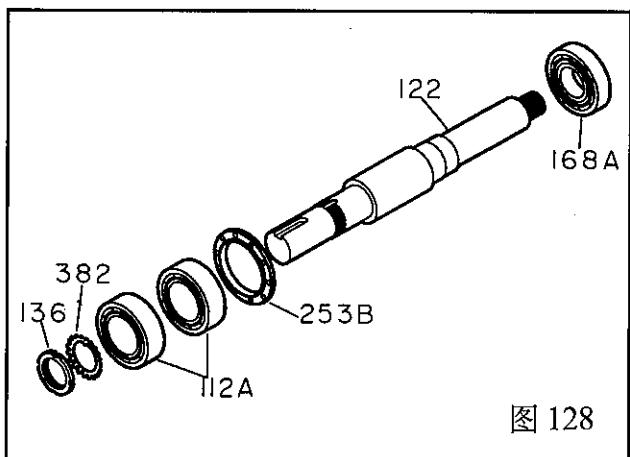

图 128
- 将防松垫圈(382)装到轴(122)上, 将防松垫圈的挡片置于轴的键槽中。(图 128)